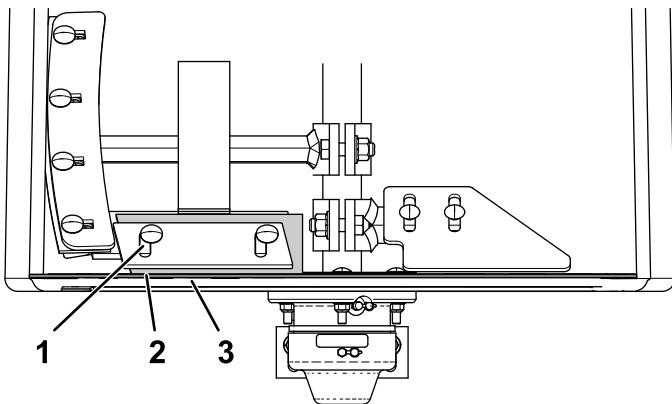

Figure 74
4. Desserrez les boulons de carrosserie et les contre-écrous à embase qui fixent la lame et le racloir à la pale fixe (Figure 74).